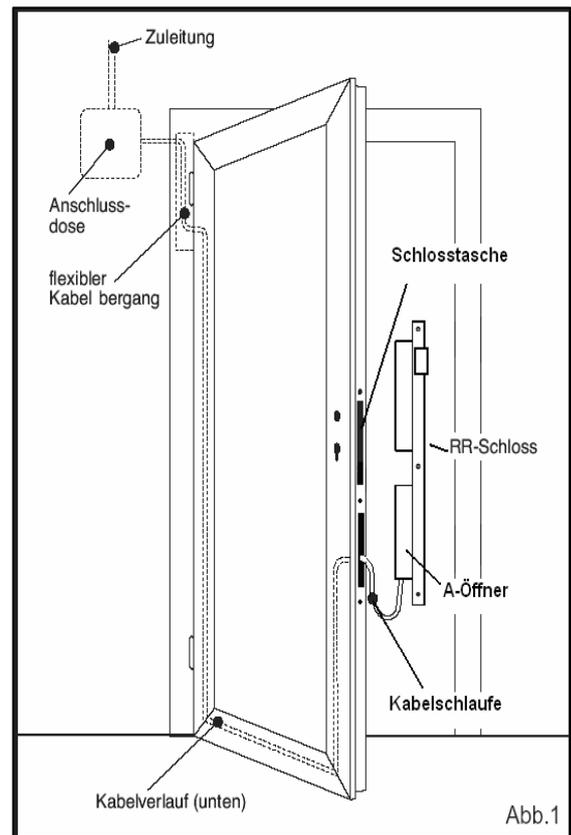

Abb.1
- 1.3 Das Anschlusskabel sollte nach unten fortgeführt werden (Abb.1)